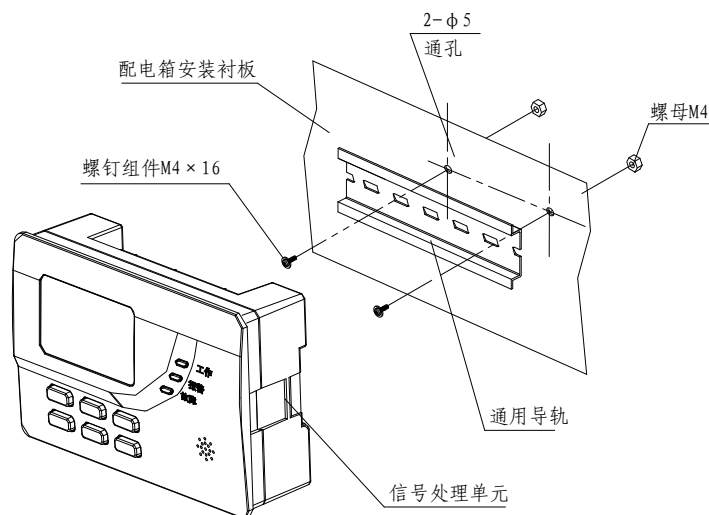

图 2.15 信号处理单元导轨安装图
2.4.1 信号处理单元的安装如图 2.15 和 2.16 所示